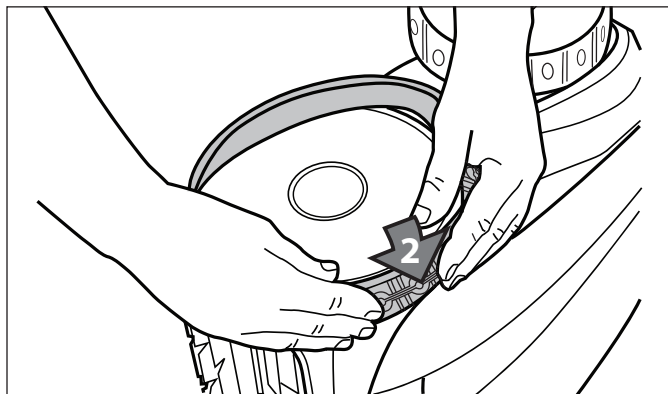

Figura 36. Comience al otro lado del neumático
4. Pulse un lado del neumático de la rueda y el ajuste de la costilla del neumático en la ranura de la rueda como se muestra en la Figura 36.